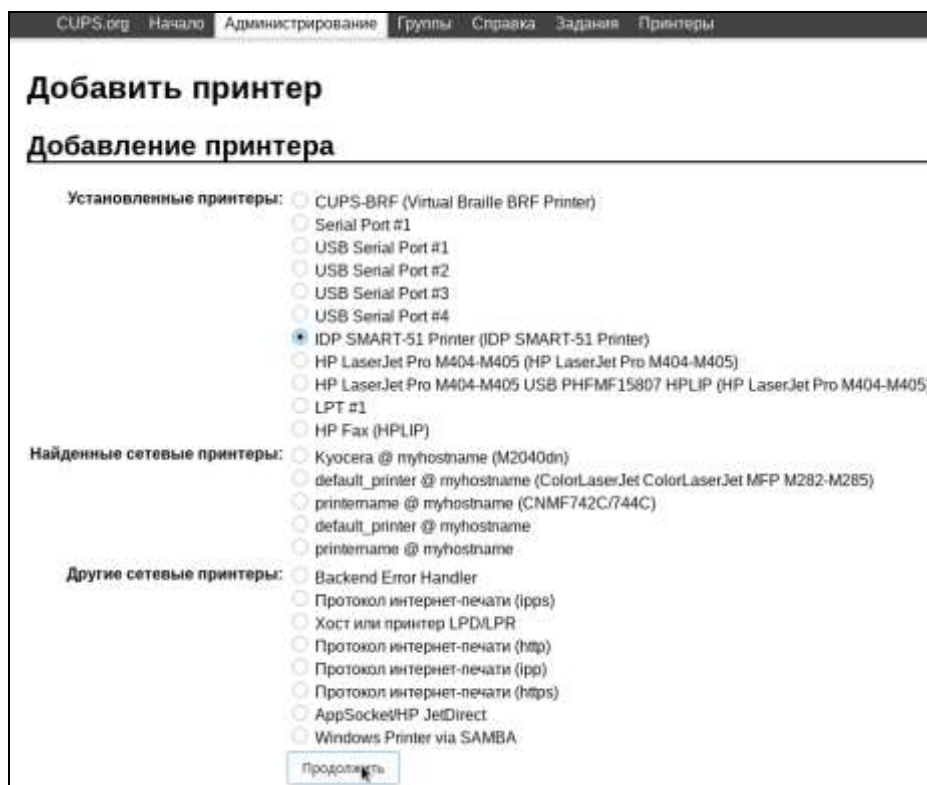

Рисунок 10 — Подсистема печати CUPS. Страница Добавить принтер
11) На странице **Добавить принтер** выбрать установленный принтер из списка, нажать на кнопку **[Продолжить]** (Рисунок 10);